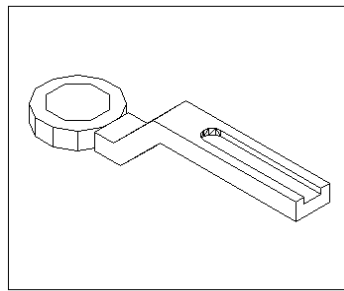

图 16-18
(18) 单击  按钮或者在命令行直接输入 hide, 结果如图 16-18。